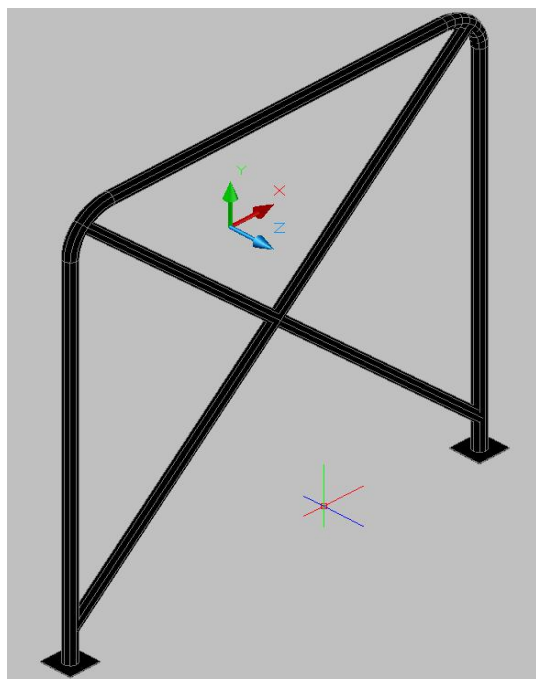

Fig. 6
1.7. Diagonale: țevi de oțel din structura roll-cage-ului, care unesc colțul de sus al arcului principal de securitate cu cel de jos, sau colțul de sus al arcului principal de securitate cu colțul de sus opus al arcului frontal de securitate. Fig. 6.